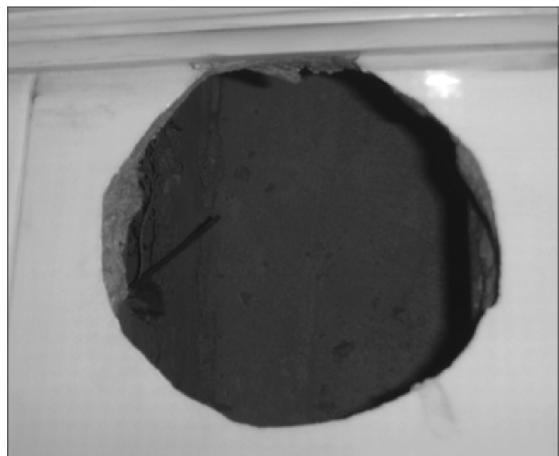

图 7-6 预留排气孔
1) 在现代房间的建筑中，如果安装的环境是卫生间、厨房等区域，事先会预留出直径10cm左右的洞，如图7-6所示，用于安装通气设备，如果没有，则需要在墙上开洞，在选择位置时尽量以管线最短，最靠近味源为原则。